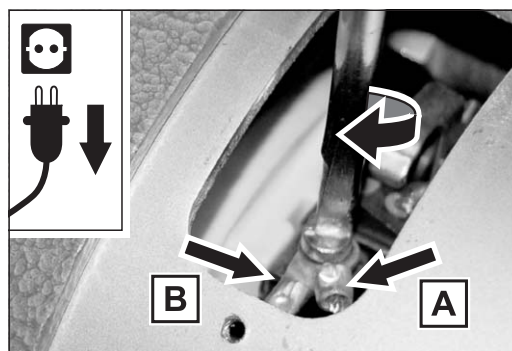

Abb. 65 Das Kabel der Kohlebürste (A) zusammen mit dem Kabel der Motorwicklung (B) festschrauben. **Darauf achten, dass keine Teile in den Motor fallen!**
- 9 Schrauben Sie das Kabel der Kohlebürste (Abb. 65, **A**) **zusammen** mit dem Kabel der Motorwicklung (Abb. 65, **B**) wieder fest.